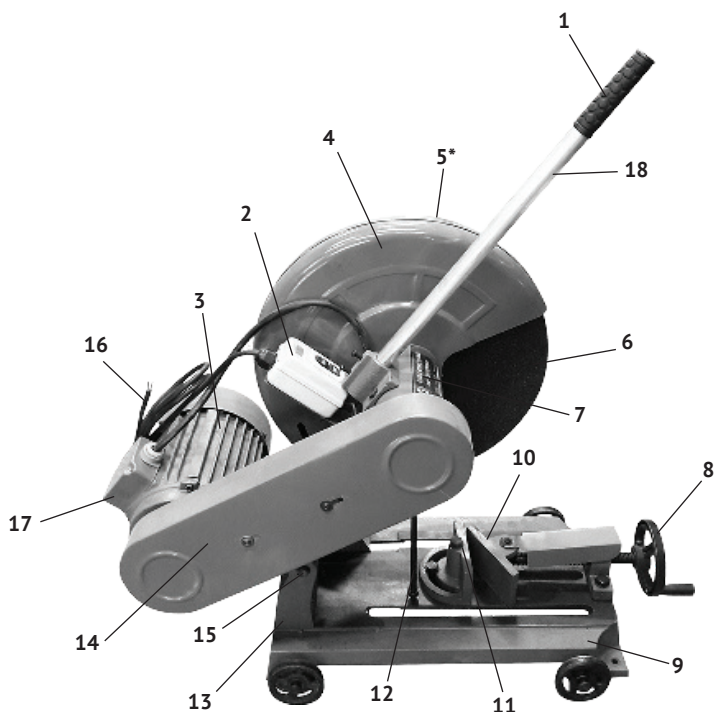

рис.1
1.6 Общий вид пилы представлен на рис.1
1.7 Основные узлы пилы: двигатель (рис.1 поз.3) с клеммной коробкой, ременная передача, выключатель, рукоятка (рис.1 поз.1) с осью (рис.1 поз.18), шпиндель с диском и защитный кожух (рис.1 поз.4) закреплены на металлической платформе (рис.1 поз.7).
Все перечисленные узлы составляют головку режущую, которая при нажатии на рукоятку сверху, перемещается вокруг оси (рис.1 поз.15) и осуществляет вертикальный рез заготовки, закреплённой на рабочем столе (рис.1 поз.9). Перемещение платформы вверх обеспечивается возвратной пружиной на оси платформы. Заготовка крепится на рабочем столе между губками тисков: упорной (рис.1 поз.11) и подвижной (рис.1 поз.10). При косом резе, или для крепления заготовок сложной формы, упорную губку тисков (ослабив болтовые крепления) можно повернуть на угол до  $90^\circ$  в одну или другую сторону.
На защитном кожухе (рис.1 поз.4) стрелкой указано направление вращения диска.
Пила поставляется полностью собранной, за исключением оси (рис.1 поз.18) с рукояткой и маховика тисков (рис.1 поз.8). После распаковки и осмотра пилы на предмет отсутствия повреждений и полноту комплектации, её необходимо установить на ровную, твёрдую поверхность (верстака, рабочего стола или пола). Прикрутить двумя винтами ось рукоятки к платформе и закрепить маховик тисков на ходовом винте.
- надёжно закрепить обрабатываемую заготовку между упорной (рис.1 поз.11) и подвижной (рис.1 поз.10) губками тисков;
2.2.3 Регулировка глубины реза осуществляется перемещением гайки по верхней резьбе шпильки-ограничительной (рис.1 поз.12), в которую упирается платформа при подаче вниз:
- открутив два винта, снять защитный кожух ремней (рис.1 поз.14) с кронштейна;
- ослабить 4-е болта крепления двигателя (рис.1 поз.3) к платформе (рис.1 поз.7);